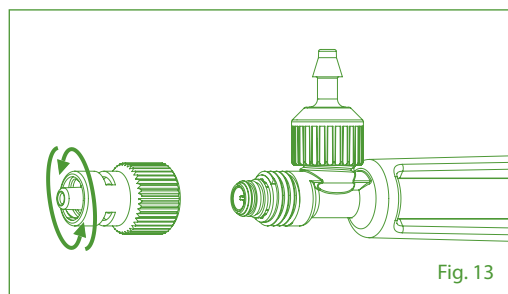

Fig. 13
1. Svitare l'ugello Luer Lock (Fig. 13).
Montagem (Fig. 13 - 17)
1. Desenrosque o bico Luer Lock (Fig. 13).